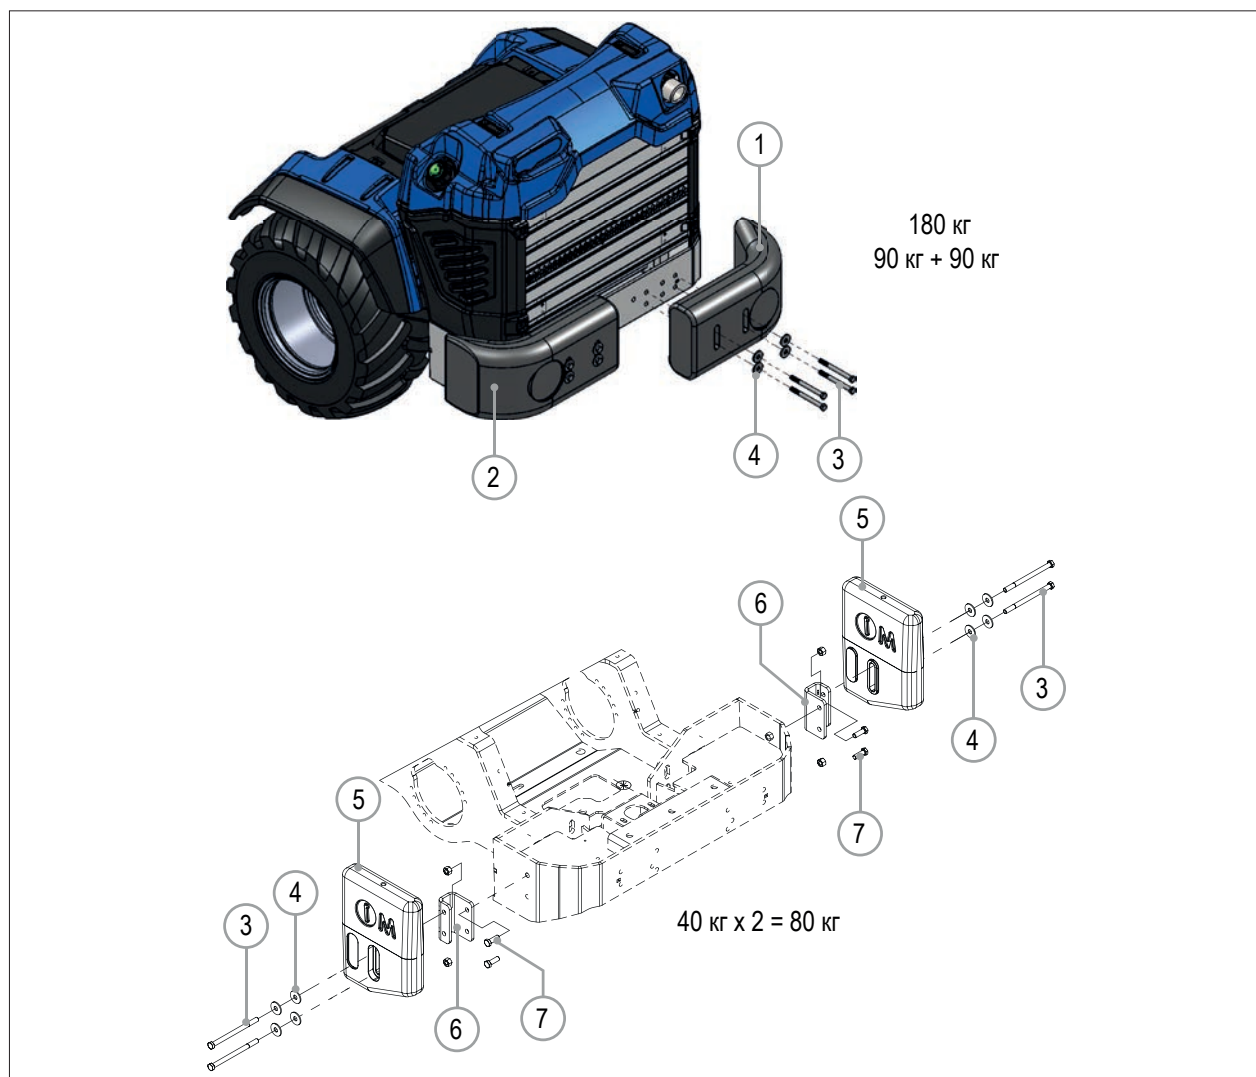

РИС. 49
- Комплект задних грузов весом 80 кг (40 кг x 2) можно установить на задней стороне бампера машины (РИС. 49 - Сс. 5).
- Комплект задних грузов весом 180 кг (90 кг x 2) можно установить на задней стороне бампера машины (РИС. 49 - Сс. 1 и 2).
- 2) Установите опорные кронштейны (РИС. 49 - Сс. 6) с помощью болтов (РИС. 49 - Сс. 7).
- 3) Используя подъемное устройство установите противовес (РИС. 49 - Сс. 5) на заднем бампере машины.
- 4) Закрепите противовес на бампере при помощи болтов и шайб (РИС. 49 - Сс. 3 и Сс. 4).
- 2) Используя подъемное устройство установите противовес (РИС. 49 - Сс. 1) на заднем бампере машины.
- 3) Закрепите противовес на бампере при помощи болтов и шайб (РИС. 49 - Сс. 3 и Сс. 4).